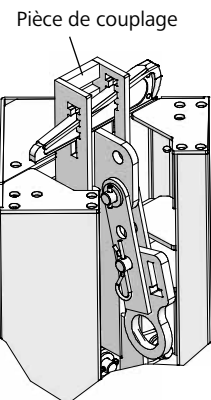

Fig. 48.6 C – Position de bétonnage
1. Insérer la clavette de l'angle intérieur décoffrant dans la pièce de couplage de l'angle intérieur décoffrant pour le bloquer (Fig. 48.6 C).
8. Remettre la clavette imperdable en place (Fig. 48.6 C).